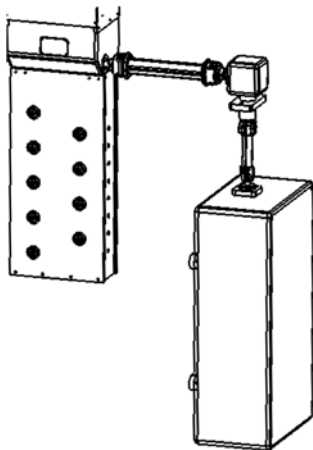

Fig. 12 Instalação da UAM
7.3 Unidade de accionamento do motor (Fig. 12)